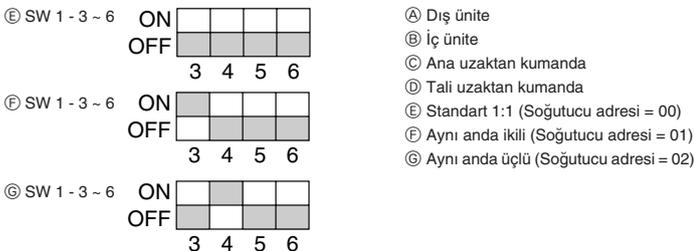

Fig. 10-1
① Elektrik verin (devre kesici).
② Gaz vanası kapatıldıktan sonra, dış ünitenin kontrol panosu üzerindeki SWP düğmesini ON konumuna getirin. Kompresör (dış ünite) ve vantilatörler (iç ve dış üniteler) çalışmaya başlar ve soğutucu çekme işlemine başlanır. Dış ünitenin kontrol panosu üzerinde bulunan LED1 ve LED2 yanar.
③ Ünite soğutucu çekme işlemi tamamlandıktan sonraki yaklaşık iki ila üç dakika içinde (LED1 ve LED2 yanar) otomatikman durduğu için, gaz kesme vanasını hemen kapatın. LED1 ve LED2 yandığı ve dış ünite durduğunda, sıvı kesme vanasını tamamen açın ve ardından 3 dakika geçtikten sonra ② adımı tekrarlayın.
④ Elektriği kesin (devre kesici).
10. Sistem kontrolü (Fig. 10-1)